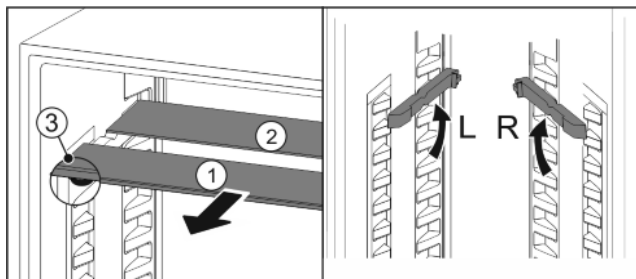

Fig. 19
- ▶ Træk glaspladerne ud enkeltvis fremad Fig. 19 (1).
- ▷ Glaspladen Fig. 19 (1) med udtræksstoppene er foran.
- ▷ Stoppene vender nedad Fig. 19 (3).